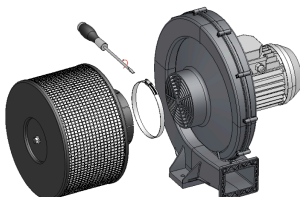

FIGURA 8
3. Inserire l'eventuale filtro sulla bocca di aspirazione fissandolo tramite fascetta (fornita col filtro) (FIGURA 8).